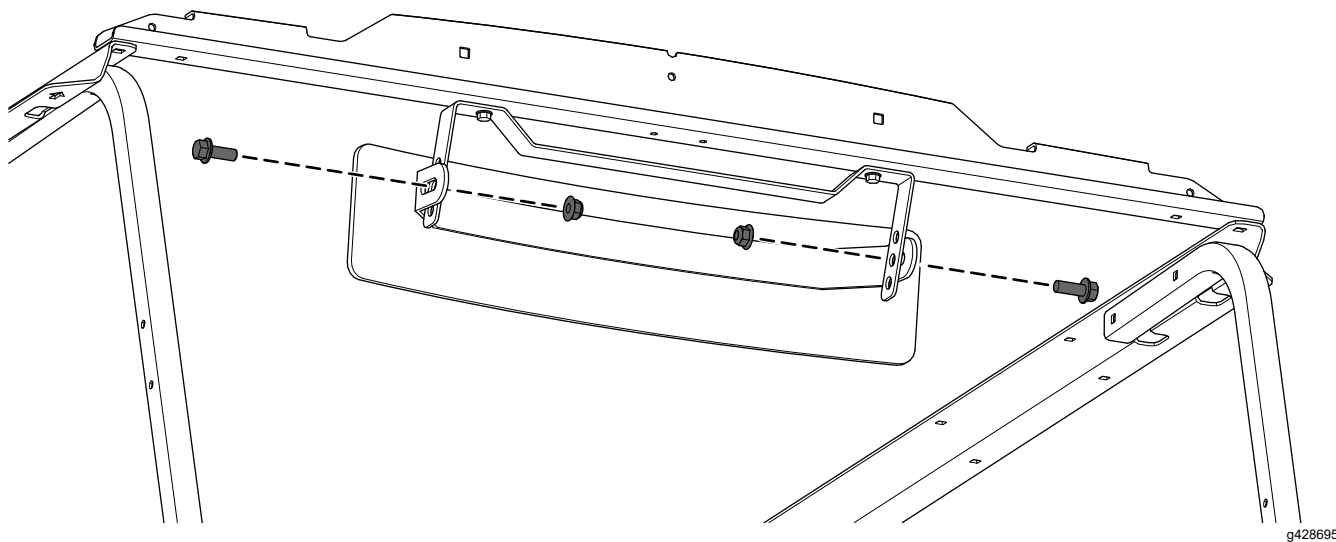

Figura 5
2. Fissate lo specchietto grandangolare al supporto usando 2 bulloni a testa esagonale flangiata ($\frac{3}{8}$ " x 1") e 2 dadi di bloccaggio ($\frac{3}{8}$ "), come illustrato nella Figura 5.